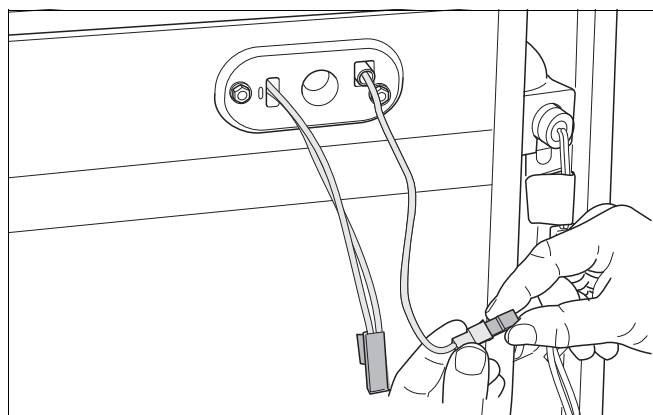

Fig. 89 Demontaj piesă de îmbinare electrod de ionizare
- Deconectați racordul cablului de supraveghere (fig. 89).